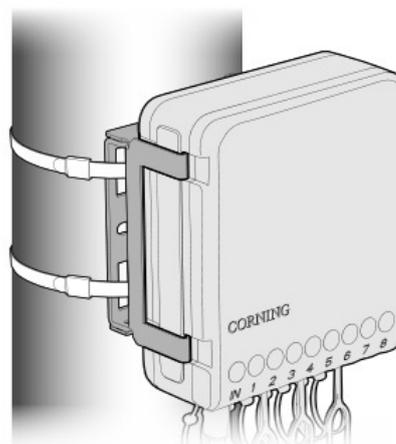

Figure 14
Étape 3 : sécuriser les sangles sur le poteau avec un outil de type Band-it (Figure 14).